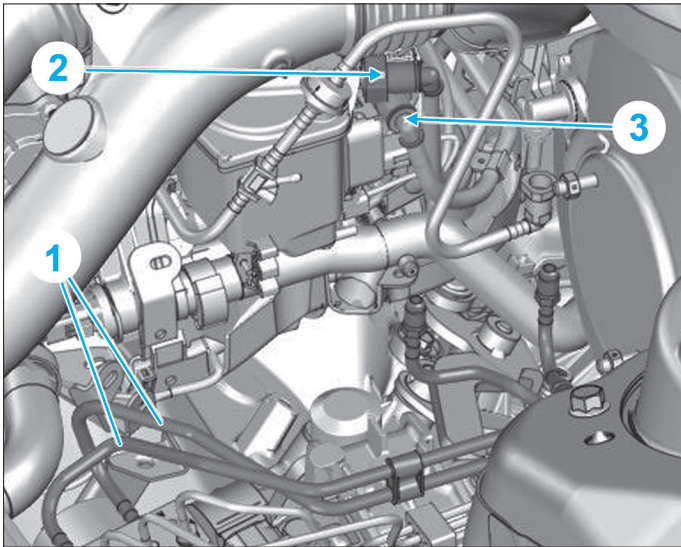

Fig. 37
- Déposer les canalisations de frein (1) (Fig.37).